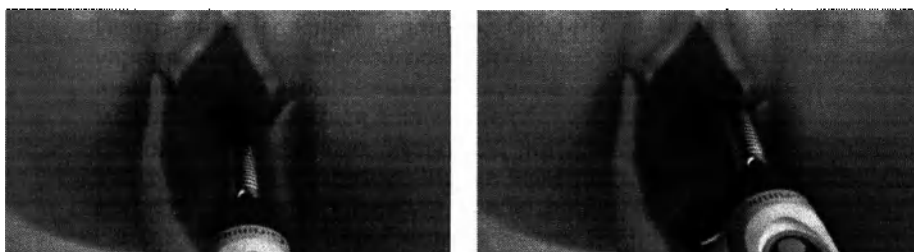

Рисунок 5.60 Облучение преддверия и входа во влагалище.
- Выполните лазерные импульсы на преддверии, за исключением уретры; облучая фракционированным лазерным лучом поперек всей области преддверия и входа во влагалище (см. Рис. 5.60).